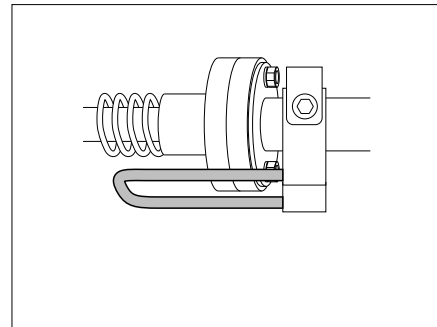

Bild 152 Låsspaken är spärrad i ställningen
- Innan sängen används, kontrollera att låsspaken befinner sig i säkrad position (Bild 152).
- Ställ låsspaken i säkrad position (Bild 152).